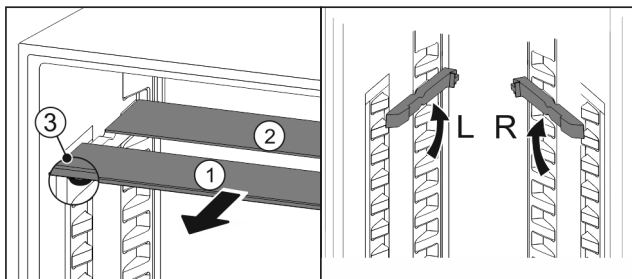

Fig. 127
- ▶ Dra ut Fig. 127 (1) glashyllorna framåt en i taget.
- ▷ Glashyllan Fig. 127 (1) med dekorlisten ligger längst fram.
- ▷ Stoppklackarna Fig. 127 (3) är vända nedåt.